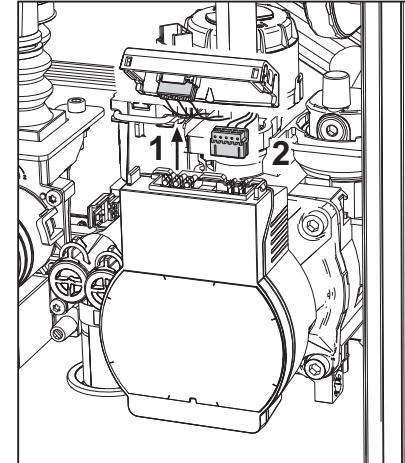

fig. 31
- Sconnettere elettricamente il circolatore sbloccando le connessioni alzando il particolare "1" di fig. 31.